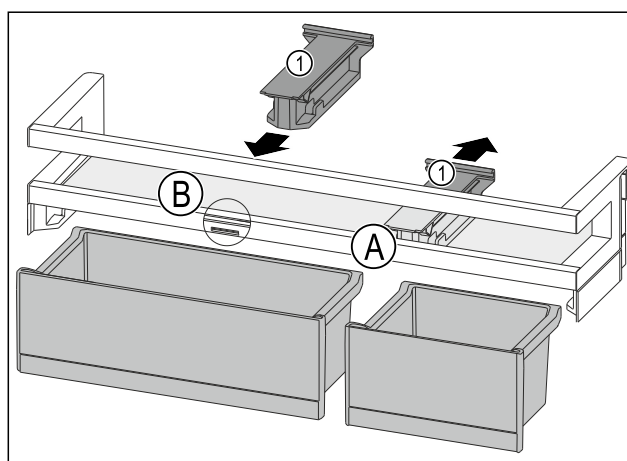

Fig. 109
- ▶ Držalni del Fig. 109 (1) odstranite nazaj v položaj Fig. 109 (A).
- ▶ Držalni del Fig. 109 (1) vstavite v položaj Fig. 109 (B).